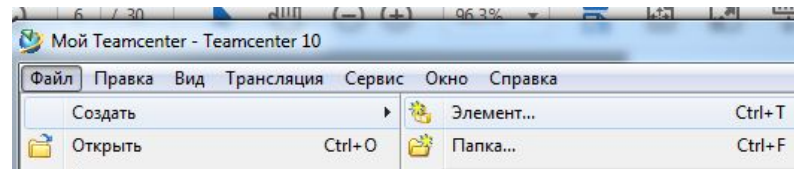

Рис. 11
2. Выбрать меню **Файл – Создать – Изделие** (рис. 11)